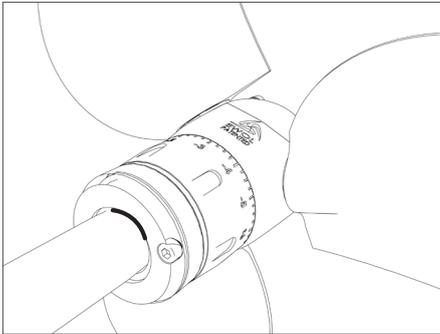

ABB. 15 Stecken Sie den Propeller bis zur Filzstift-Markierung auf
- Der Propeller muss auf den Konus der Propellerwelle geschoben werden, bis er die ohne Passfeder eingezeichnete Markierung erreicht (**Abb. 15**); wenn dies nicht der Fall ist, bedeutet dies, dass die Passfeder zu hoch ist und das vollständige Aufschieben des Propellers verhindert. In diesem Fall müssen Sie die Dicke der Passfeder verringern und dann den Propeller wieder einbauen.